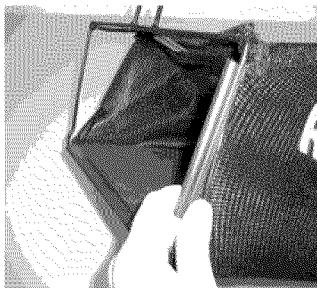

Figure 12 - Fixez les agrafes au cadre.
2. Tirez sur le sac en tissu en direction de l'ouverture du cadre de fil métallique, puis fixez le sac au cadre au moyen des attaches de plastique intégrées.(voir la Figure 12)